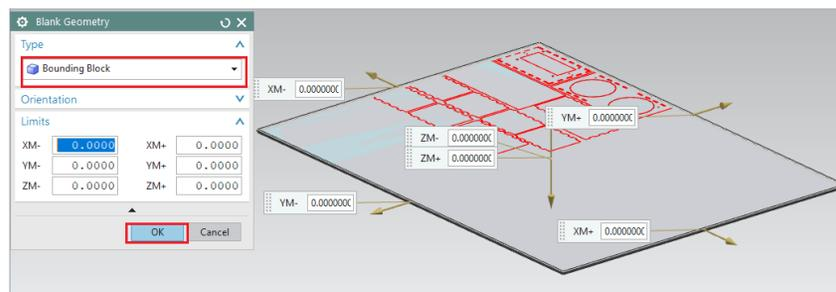

Figura 3.20 Ventana Blank Geometry
- En la ventana **Blank Geometry** seleccionar **Bounding Block** en las opciones de **Type**, luego de ello dar *click* en *Ok* (Figura 3.20).